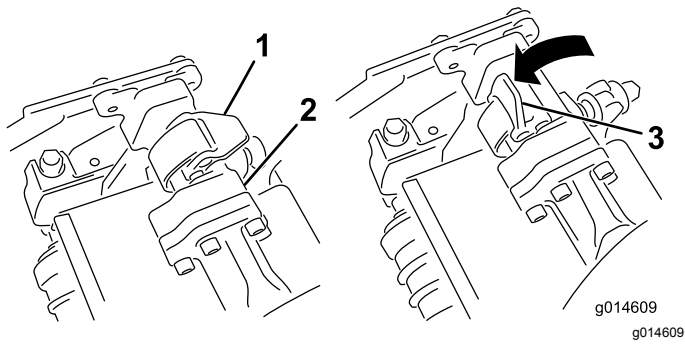
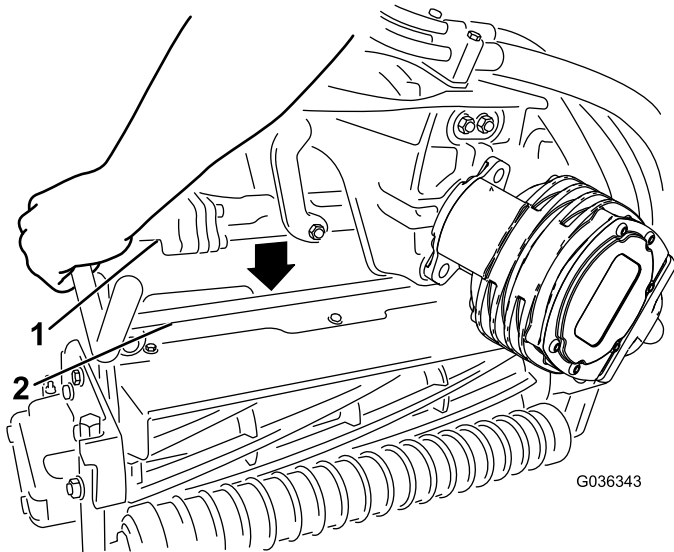

Figura 51
Figura 52
4. Com os fechos na barra do braço de suspensão a apontar para cima (i.e. abertos) (Figura 51), empurre o braço de suspensão para baixo de forma a que a barra passe pela barra através da parte superior da unidade de corte (Figura 52).
5. Feche os fechos para baixo e em redor da barra da unidade de corte e bloqueie-os no sítio (Figura 51).
5. Abra os fechos na barra do braço de suspensão da unidade de corte que está a remover (Figura 51).